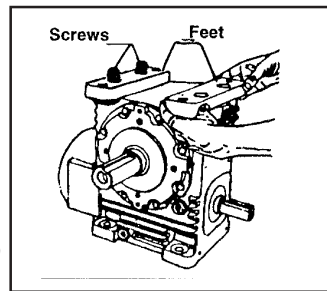

Figure 6b
1. For gear units  $1\frac{3}{4}$ " ,  $2\frac{1}{4}$ " , & 3" NU/SNU tilt the unit upside down as shown in figure 6a. Each gear unit From 4" NU/SNU onward is supplied with a kit containing two detachable feet and screws. Fix these feet on top of the gear unit with screws, as shown in figure 6b and the unit can be turned upside down.
2. Replace breather plug (B) and drain plug (D), keeping oil level indicator (L) in the same position
3. Fill oil inside the gear unit upto the mid point of oil level indicator (L).
१. गियर एकम के उपर के भाग को नीचे उलटिये। यह विधि केवल  $1\frac{3}{4}$ " ,  $2\frac{1}{4}$ " और 3" NU/SUN गियर एकम के लिये दी है। (Fig. 6a) प्रत्येक 4" NU/SUN और उपर वाले गियर एकम के साथ एक किट दी जाती है। जिसमें दो पाँव और स्क्र होते है। इन पाँव को (Fig. 6b) में दीखाये हुई तरीके से लगाईये और स्क्र से कस दीजीये। अब गियर के उपरी भाग को नीचे उलटिये।
२. ब्रीदर प्लग (B) और ड्रेन प्लग (D) के स्थल का वैकल्पिक उपयोग करें, और ऑइल लेवल इन्डिकेटर (L)को यथावत रखें।
३. गियर एकम में ऑइल लेवल इन्डिकेटर (L)के मध्य तक तेल भरें।